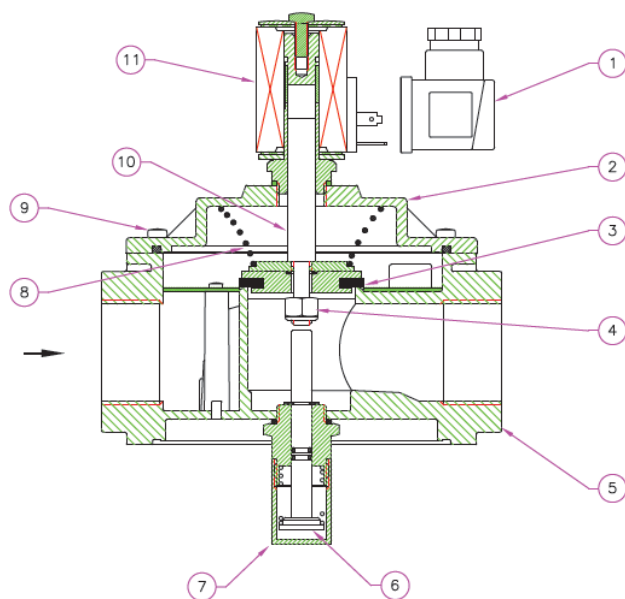

Рис. 2
Для DN 15 ÷ DN 50 (Рис. 2) открутить фиксирующие винты 9, снять крышку 2, проверить и, если это необходимо, заменить уплотнительное резиновое кольцо 3. Проверьте состояние фильтрующего элемента 18 (Рис. 5). При необходимости продуйте его воздухом или промойте в мыльном растворе. Затем собрать клапан в обратном порядке.
– для **DN 15 ÷ DN 50** (Рис. 2) – нажать на шток 6 до щелчка (зацепления) и удерживать до установления баланса давлений до и после клапана